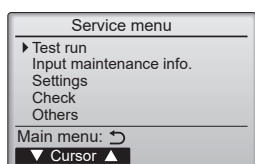

Fig. 6-3
- ③ Sélectionnez "Test run" (Test fonctions) à l'aide du bouton **F1** ou **F2**, puis appuyez sur le bouton . (Fig. 6-3)